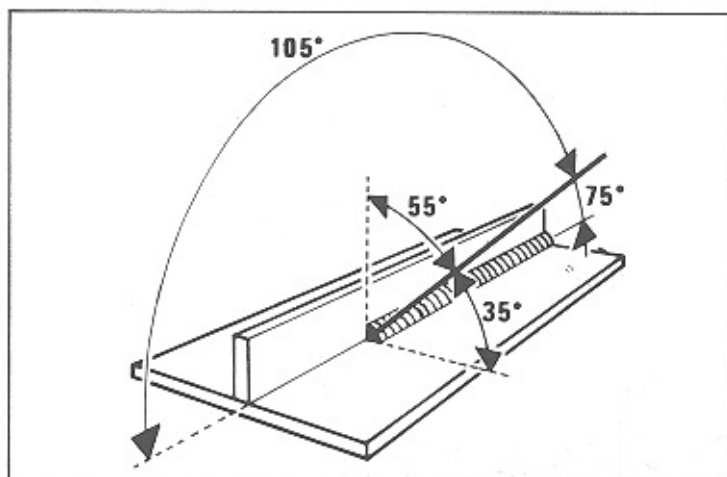

Fig. 5
Para las soldaduras del acero dulce se puede emplear ARGON 75% + CO₂ 25%, o CO₂ 100%. Coloque el pomo (50) en posición continua luego regule la tensión de soldadura por medio de la manija del conmutador rotativo (12). — Acerquese al punto de soldadura y prese el pulsador de la antorcha. — Obre sobre el pomo del potenciómetro, hasta cuando no tenga una soldadura con ruido constante y continuo. Si la velocidad es demasiado alta, el hilo propende a quedarse parado sobre la pieza y a hacer rebotar la antorcha; si la velocidad es demasiado baja, el hilo se funde en gotas saltuarias o el arco no se queda encendido. Para la correcta inclinación de soldadura ver la ilustración de la fig. 5.
N.B. La inclinación de la antorcha y la dirección de soldadura a consejadas se hallan indicadas por la ilustración de la fig. 5.